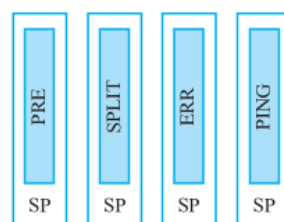

图 15.16 特殊数据包的指示
(4) 特殊数据包: USB 规范定义了四种特殊数据包,如图 15.16 所示。